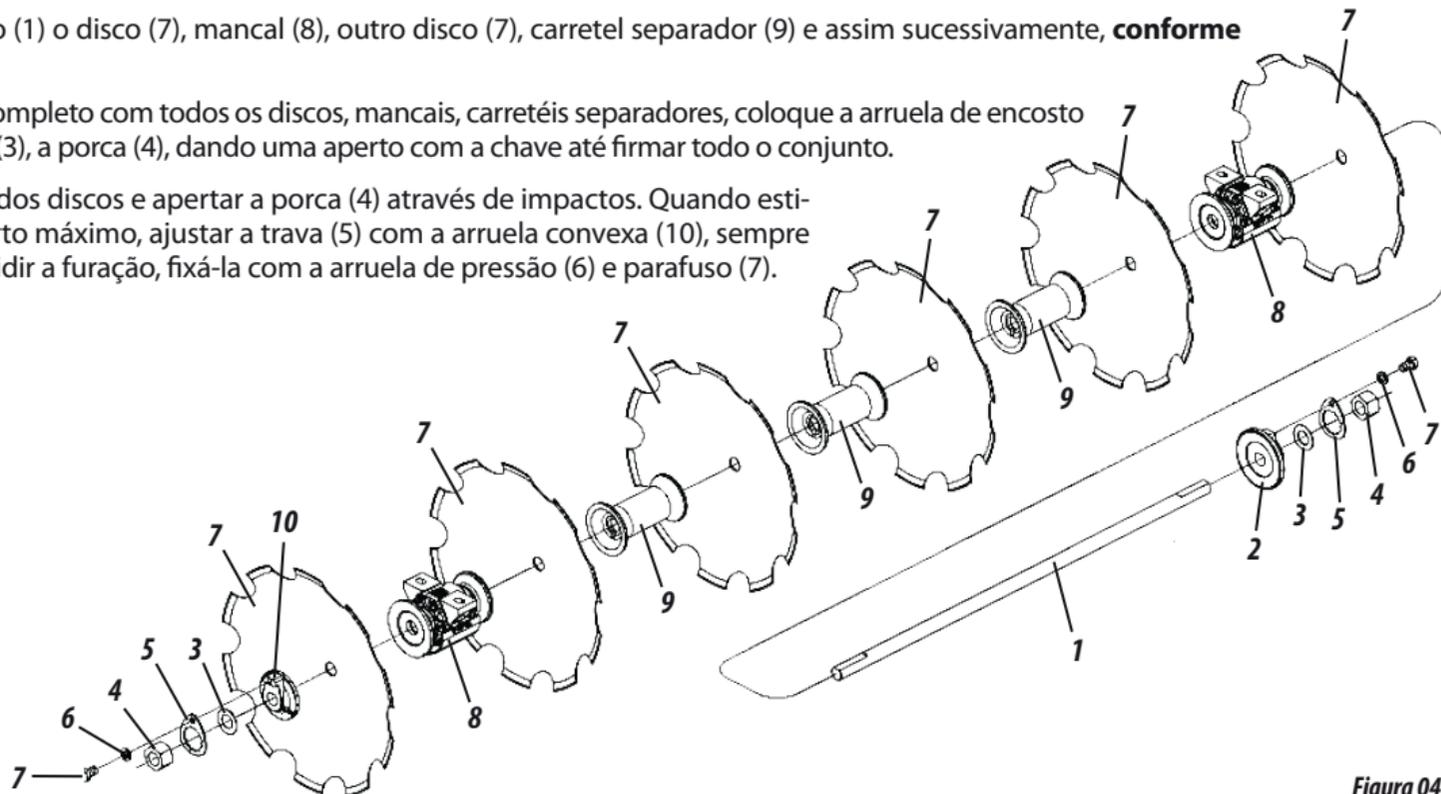

Figura 04
MONTAGEM DA SEÇÃO DE DISCOS (FIGURA 04) CRI-A 40 / 44 / 48 DISCOS
- 01 - Coloque no eixo (1) a arruela de encosto cônica (2), depois arruela (3), a porca (4), a trava (5) fixando-a com a arruela de pressão (6) e parafuso (7).
- 02 - Em seguida, coloque no eixo (1) o disco (7), mancal (8), outro disco (7), carretel separador (9) e assim sucessivamente, **conforme mostra a figura 04.**
- 03 - Quando o conjunto estiver completo com todos os discos, mancais separadores, coloque a arruela de encosto convexa (10), a outra arruela (3), a porca (4), dando uma aperto com a chave até firmar todo o conjunto.
- 04 - Feito isso, calçar o conjunto dos discos e apertar a porca (4) através de impactos. Quando estiver quase conseguindo aperto máximo, ajustar a trava (5) com a arruela convexa (10), sempre apertando a porca até coincidir a furação, fixá-la com a arruela de pressão (6) e parafuso (7).